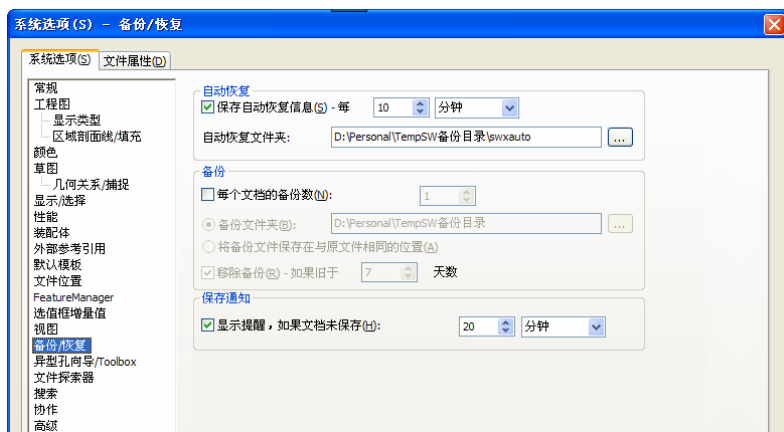

图 1-10 “系统选项—常规”对话框
- ① 执行命令。选择菜单栏中的“工具”→“选项”命令。
- ② 设置保存目录。系统弹出如图 1-10 所示的“系统选项—常规”对话框，单击对话框中的“备份”选项，在右侧“将备份存在的目录中”可以修改保存备份文件的目录。